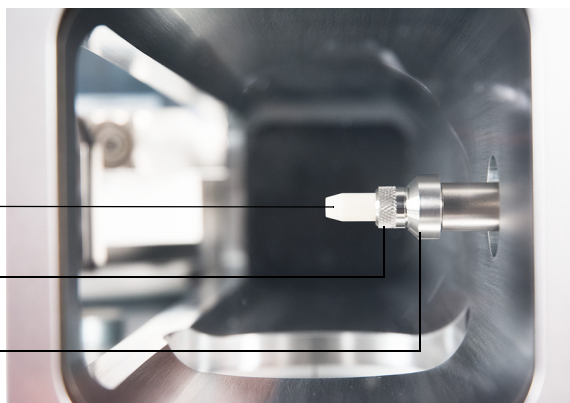

Figure 23. Cône d'étanchéité de l'interface GC/MS
- 1 Vérifier que la source CI, EI XTR ou HES est installée. (Voir **Figure 23** page 106.)